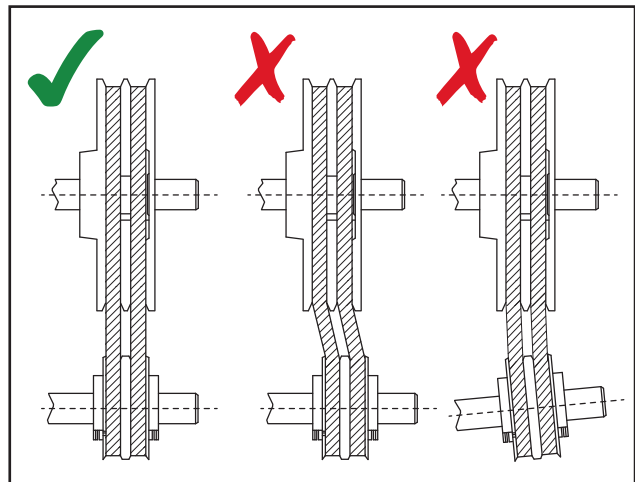

Figura 12 - Ajuste das polias
- 2º) Deslize-a ao longo do eixo, alinhando-a com a polia do motor. Verifique o paralelismo entre as polias. O centro das duas polias devem estar alinhados conforme mostrado na Figura 12.